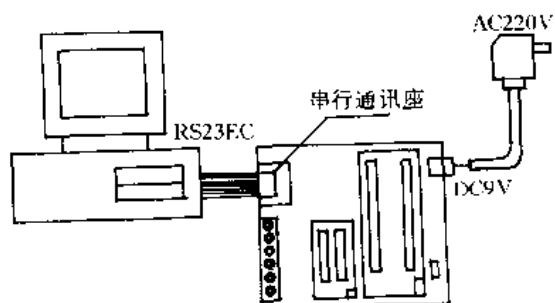

图 7.28 AVR 单片机串行下载板的系统连接
如图 7.28 所示为 AVR 单片机串行下载板的系统连接图。
(1) 按图 7.28 所示的接线顺序与用户板连接。
(2) 在计算机关闭电源情况下,用户专用串行通讯电缆一端接到计算机 RS232C 九针插座上,另一端与串行下载板的“串行通讯插座”相接。
(3) 将 9 V 电源接到串行下载板的“电源插座”上,此时,串行下载板的红色信号灯亮。
(4) 接通微机电源,开始计算机操作。